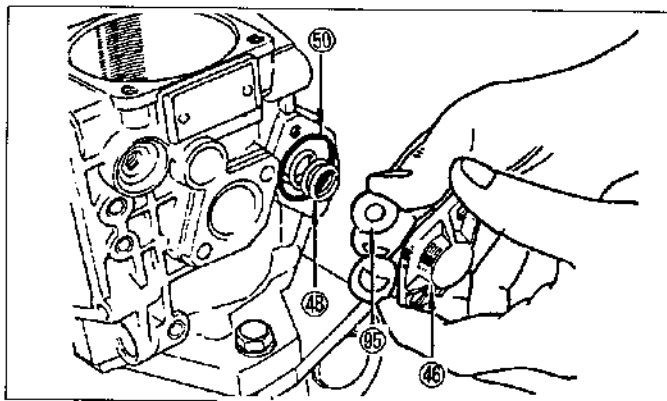

Figura.12-18 Extracción del resorte del variador
Extraiga la cubierta del variador ④⑤, después de extraer los pernos de la cubierta usados para retener la cubierta. Extraiga el resorte del variador ④⑥, arandelas de ajuste ④⑤ y anillo "O" ⑤①. (Vea la figura.12-18)